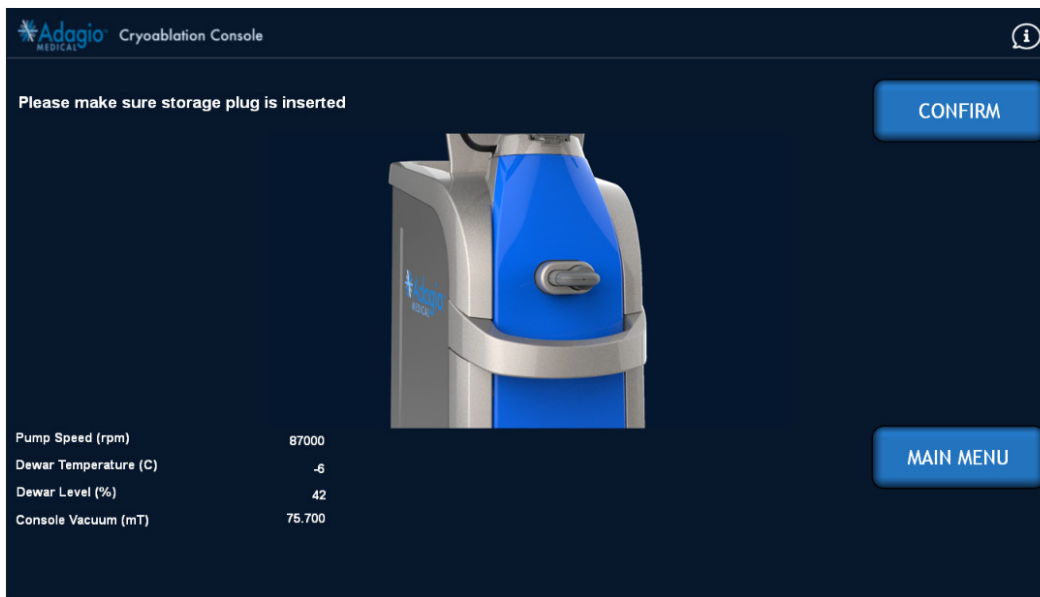

Figure 68 – Écran de mise en place du bouchon
1. À partir du menu principal (*Figure 66*), sélectionner « Prepare Console » (Préparer la console). Le bouchon doit alors être mis en place (*Figure 68*). Appuyer sur « CONFIRM » (CONFIRMER) une fois le bouchon en place.